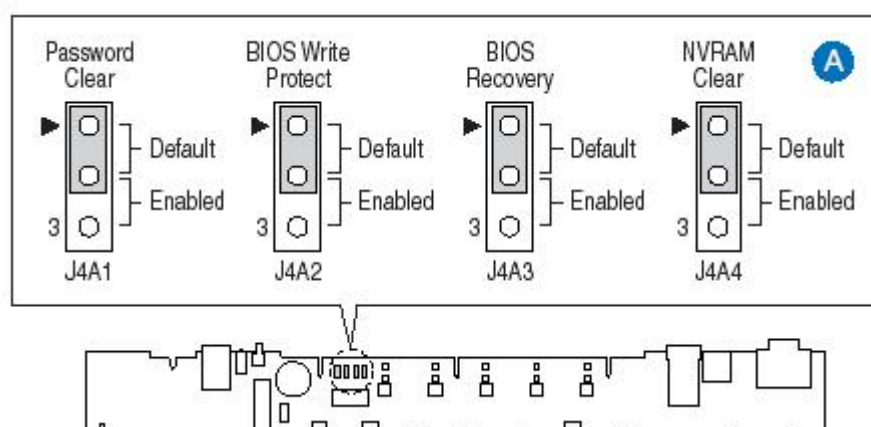

图 4-6 清除 CMOS
- 2、如图 4-6 所示将跳线帽从 1-2 脚移到 2-3 脚。